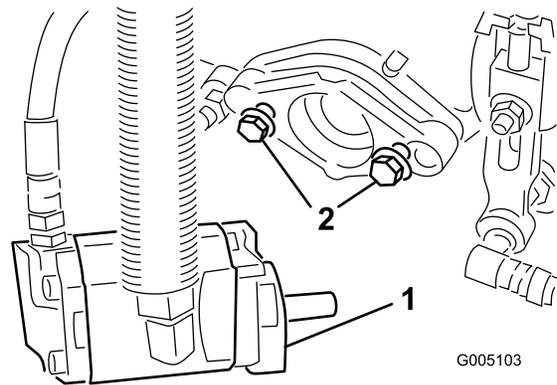

Figure 8
6. Veillez à laisser dépasser environ 13 mm de filetage sur chaque boulon de fixation de moteur d'entraînement de cylindre (Figure 8).
9. Resserrez les boulons de montage (Figure 8).